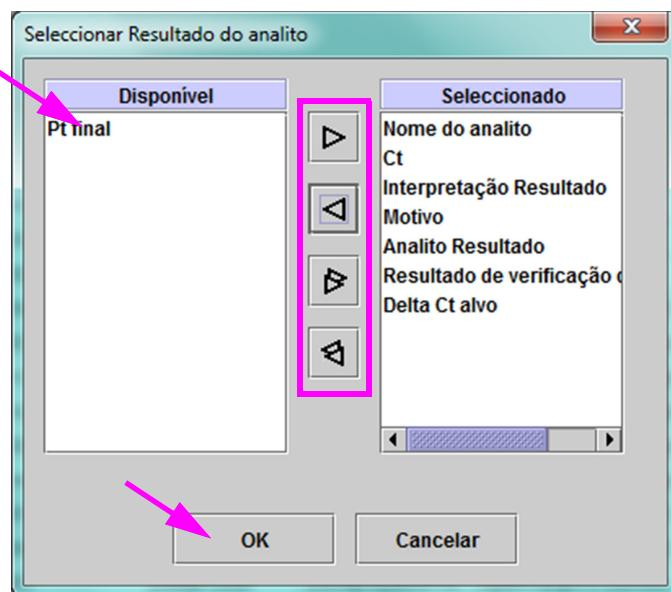

Figura 5-58. Caixa de diálogo Select Analyte Result (Selecionar resultado do analito)
- O botão **Analyte Result (Resultado do analito)** permite ao utilizador selecionar informações específicas para incluir na secção Analyte Result (Resultado do analito) do relatório (ver figura 5-58).